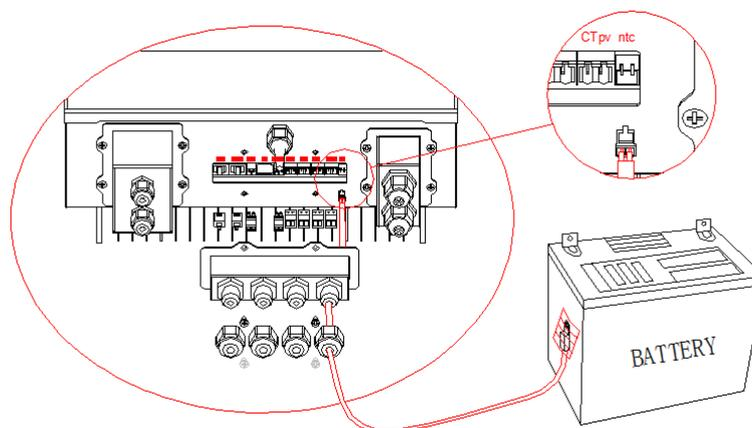

Figura 15 - Connessione del cavo NTC
- 1) Allentare le 4 viti (A) del coperchio a destra con un cacciavite a stella (figura 15).
- 2) Rimuovere la copertura impermeabile (B), allentare i pressacavo (C), quindi rimuovere lo stopper (G).